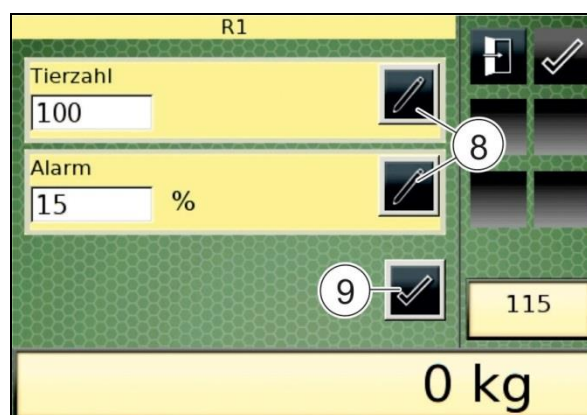
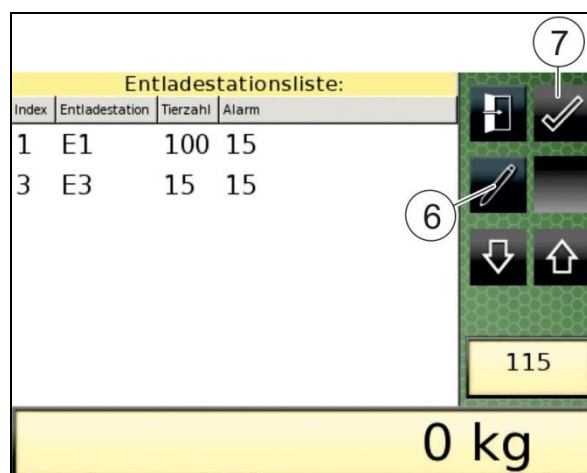

Fig. 221
Fig. 222
- 4.5 Drücken Sie die Taste „Eingabe ändern“ (6).
- Die Bildschirmanzeige „Rezeptübersicht - Entladestationen“ (Fig. 221) erscheint.
- 4.9 Beenden Sie das Ändern von Einstellungen zur ausgewählten Entladestation durch Drücken der Taste „Bestätigen“ (9).
- Die Bildschirmanzeige „Entladestationsliste“ (Fig. 222) erscheint.